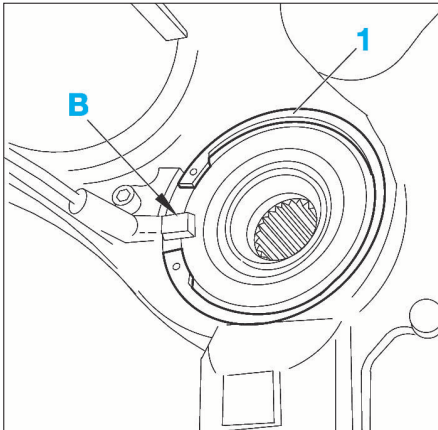

FIG. 34
- Poser un circlips neuf (1) de maintien du roulement dans son logement (Fig.34).